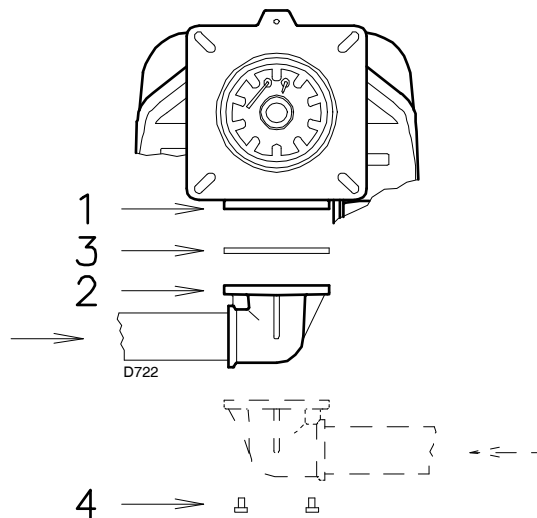

Fig. 19
- La rampe peut arriver par la droite ou par la gauche, au besoin, voir Fig. 19.
- La rampe gaz doit être reliée au raccord du gaz 1)(Fig. 19), par la bride 2), le joint 3) et les vis 4) fournis en standard avec le brûleur.